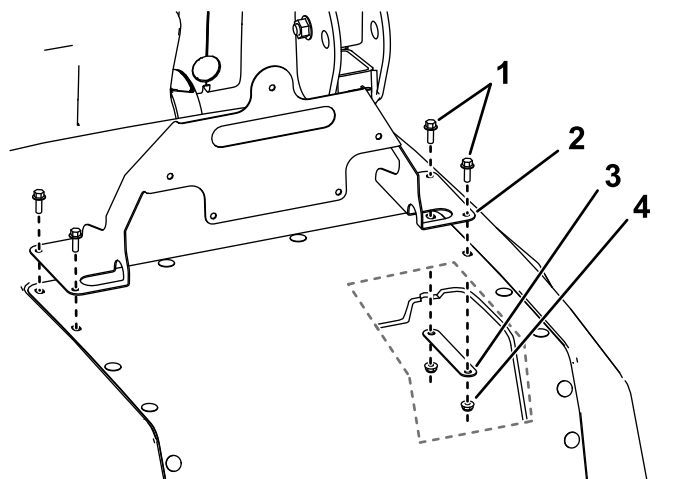

Figura 2
2. Alinhe a montagem do sinal no capot no mesmo local que os rebites de plástico removidos no passo 1 (Figura 2).
3. Instale a montagem do sinal utilizando quatro parafusos de cabeça flangeada (1/4 pol. x 3/4 pol.) na parte superior do capot e duas montagens inferiores e quatro porcas de bloqueio (1/4 pol.) na parte inferior do capot (Figura 2).